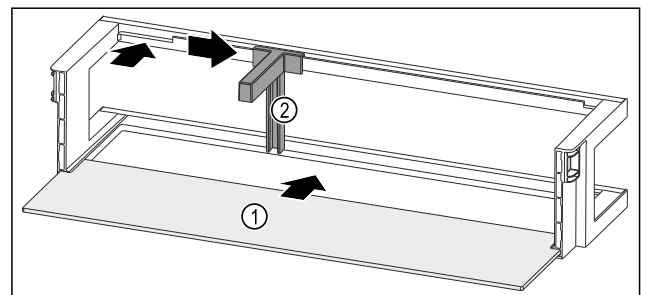

Fig. 112 Türabsteller mit Abstellfläche
- ▶ Abstellfläche Fig. 112 (1) in die seitlichen Einsparungen einschieben.
- ▶ Flaschenhalter Fig. 112 (2) in die Aussparung einsetzen.
- ▶ Flaschenhalter Fig. 112 (2) in gewünschte Position zur Seite schieben.